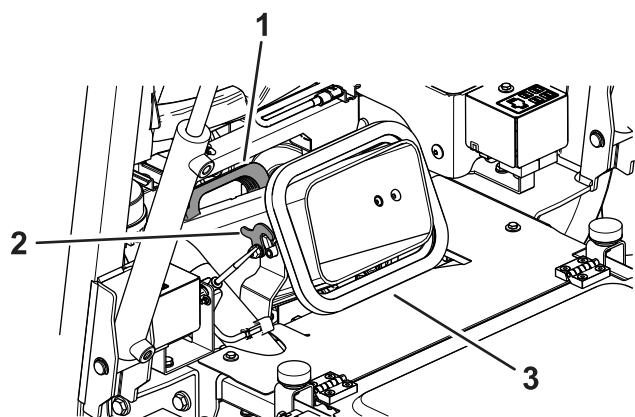

Figura 27
6. Sbloccate la guida di scarico (Figura 27).
7. Utilizzando la maniglia sulla guida di scarico, rimuovete la guida e pulitela insieme all'apertura dell'apparato di taglio (Figura 27).
8. Montate la guida di scarico e fissatela con i fermi (Figura 27).